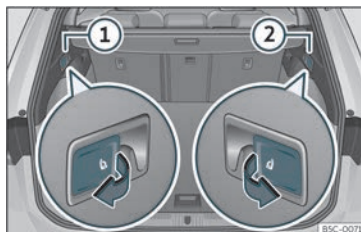

Fig. 107 Na bagageira: alavancas para o desbloqueio do encosto traseiro.
- Puxe a alavanca de desbloqueio à distância da parte esquerda»» **Fig. 107** ① ou direita ② do encosto no sentido da seta. A parte desbloqueada do encosto traseiro rebate-se automaticamente para a frente.